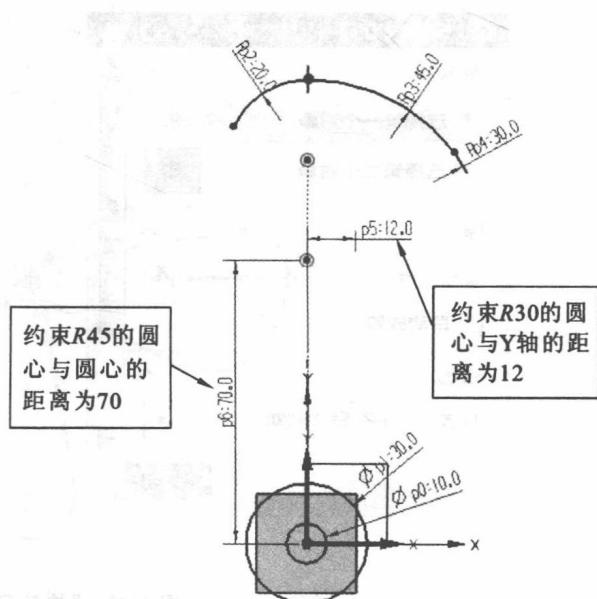

图 1-33 轮廓尺寸约束
(6) 点击【快速尺寸】 , 约束半径为 30 的圆弧圆心与 Y 轴的距离为 12, 约束半径为 45 的圆弧圆心与原点的距离为 70。尺寸约束如图 1-33 所示。